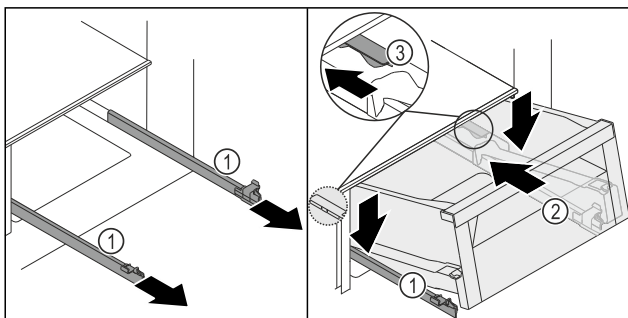
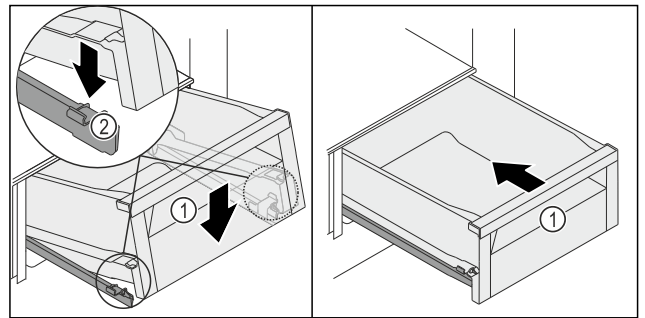

Fig. 211
Fig. 212
- Mantenere fisse le guide Fig. 211 (1) e posizionare il cassetto Fig. 211 (2) dietro il dispositivo di arresto Fig. 211 (3) sulle guide Fig. 211 (1) inserendolo dall'alto.
- Inserire il cassetto Fig. 211 (2) sulle guide Fig. 211 (1) spingendolo all'indietro fino a battuta.
- Abbassare il cassetto Fig. 211 (2) in avanti, in modo che lo stesso si inserisca tramite scorrimento a sinistra e a destra nel morsetto Fig. 212 (2).
- Il cassetto Fig. 212 (1) si innesta in modo percepibile.
- Inserire il cassetto Fig. 212 (1).